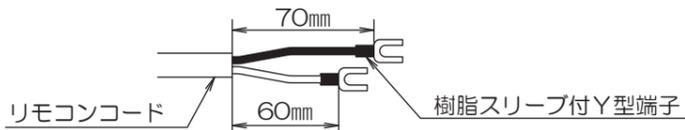

図1
4. リモコンコードの皮をむき、樹脂スリーブ付Y型端子を取り付ける。（図1）